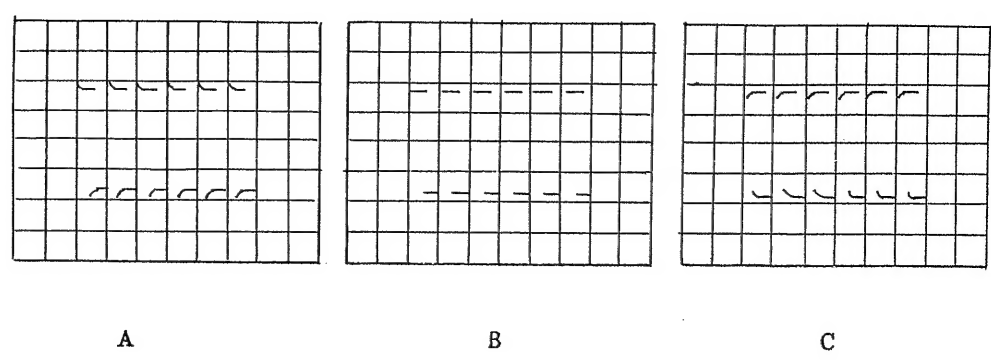

図 14
- (1) 繰り返し周波数約1 kHz 出力電圧 0.05 V～100 Vをカバーする高品位の方形波電圧を垂直軸入力端子に接続する。
- (2) SENSITIVITY スイッチを1/10 にセットする。
- (3) 方形波発振器の出力を調整して、図14のような方形波を見る。
- (4) C 103 で同図Bのように波形を調整する。